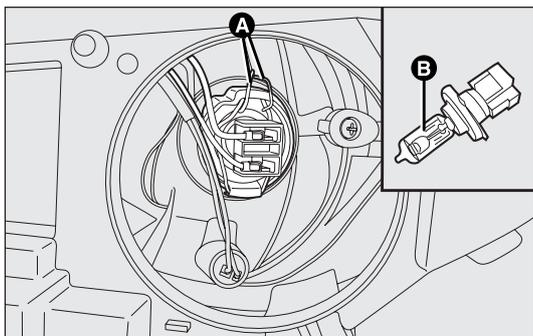

fig. 152
- desenganche los muelles de sujeción de la lámpara A-fig. 152;
- extraiga la lámpara B-fig. 152 del conector y sustitúyala;